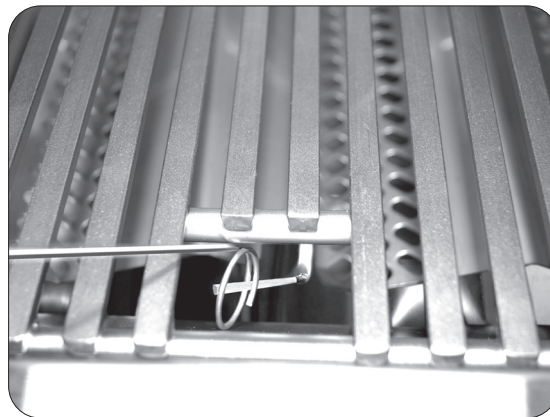

Fig. 30-2 - Éclairage manuel
2. Insérez un allumeur brûlant de butane de long-baril, une allumette brûlante de long-tige, ou une allumette brûlante tenue par un support de prolongation de fil par la grille à cuire s'ouvrant au dessus du brûleur (fig. 30-2).
4. Si le brûleur ne se allume pas dans les cinq (5) secondes de tourner le bouton de commande, enfoncez immédiatement le bouton et tournez la valve à **AU LOIN**. ATTENDEZ CINQ (5) MINUTES avant de répéter les étapes 2 à 4 des instructions manuelles d'éclairage.